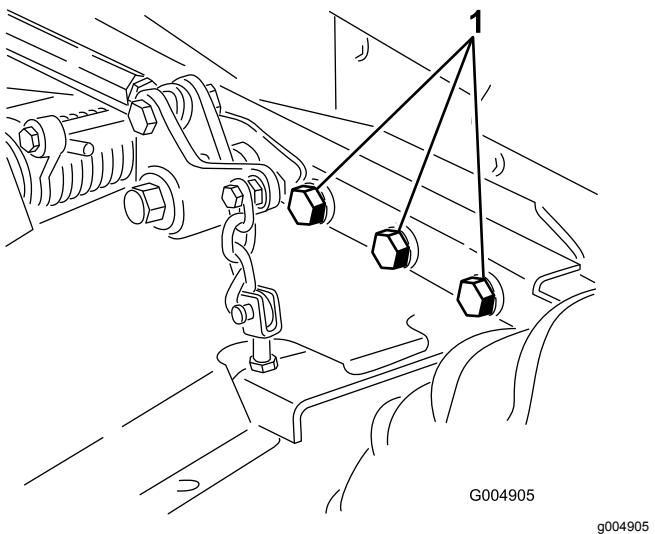

Bild 58
5. Prüfen Sie auf lockere Befestigungsteile und ziehen diese bei Bedarf fest. Ziehen Sie die sechs Schrauben, mit denen der Mähwerkrahmen an der Zugmaschine befestigt ist, bis auf $395\text{ N}\cdot\text{m}$ an (Bild 58).